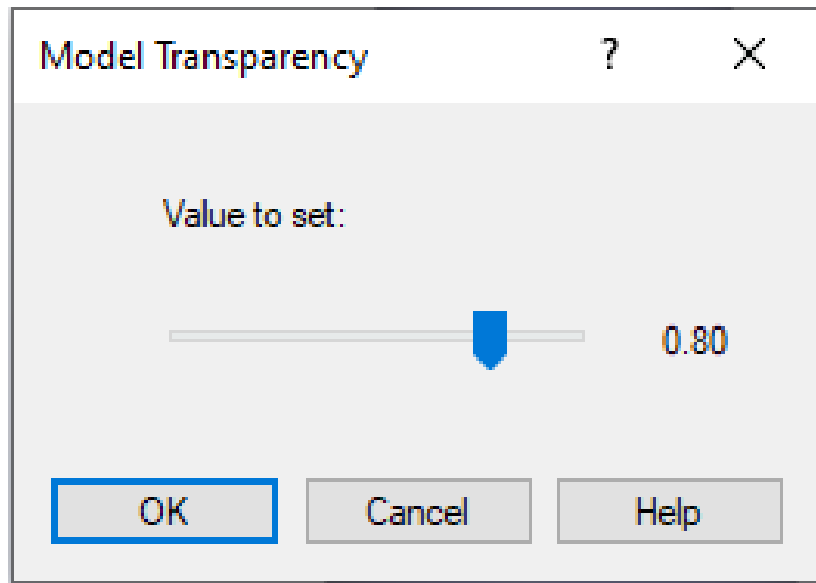

Рисунок 10.31 – Встановлення прозорості моделі
1. Натисніть **Flow Simulation > Results > Display > Transparency** (Flow Simulation > Результати > Відображення > Прозорість) та встановіть прозорість на 0,8 (рис. 10.31).